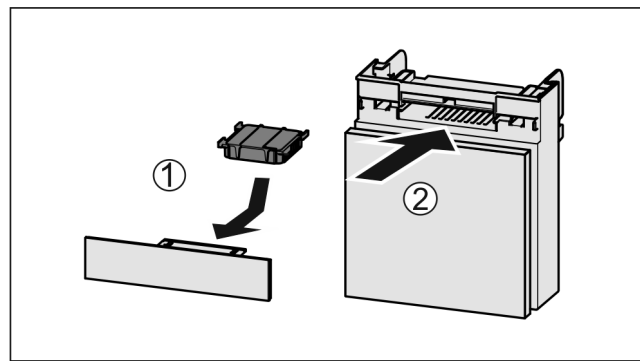

Fig. 97
- ▶ Actiefkoolfilter overeenkomstig afbeelding aanbrengen Fig. 97 (1).
- ▶ Lade erin schuiven Fig. 97 (2).